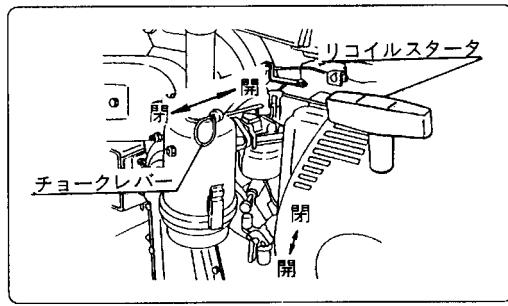

図2
- ② 燃料コックを「開」位置にします。(図2)
- ② チョークレバーを「開」位置にします。(図2)
- ⑤ リコイルスターを勢いよく引っ張り、エンジンが始動したらチョークレバーを徐々に「全開」位置にします。(図2)